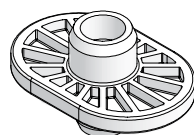

Fig. 26.2
■ Les autres panneaux avec la cale de transport M (noir). Voir fig. 26.2. StarTec :
■ Les autres panneaux AluStar et StarTec avec la cale de transport AS/ST (noir) (fig. 26.2).